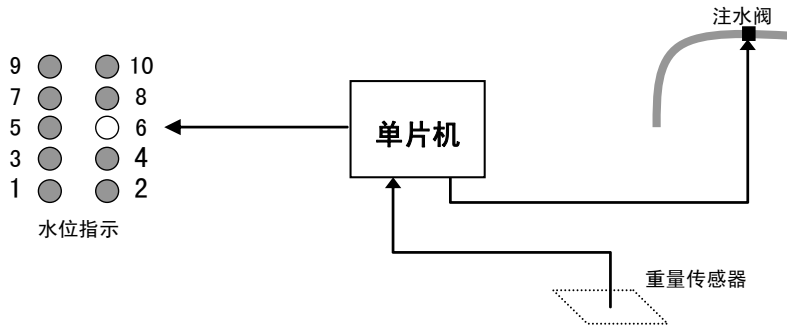

图 1-4 水位调节
(3) 洗衣机根据衣物重量调节注水的水位高低，衣物越重，注水越多（如图 1-4 所示）。10 个指示灯用作水位高低的指示，水位越高，指示灯指示的数字越大。例如加入 4.5kg 衣物时，指示水位 10。之所以单片机能“感觉”衣物的重量，是因为重量传感器把重量转换成电信号。例如没有衣物时重量传感器输出 0V，1kg 衣物时输出 1V，3.8kg 衣物时输出 3.8V 等。这样，单片机根据传感器传送来的电压信号来判断衣物的重量从而控制注水阀的工作，进而控制水位。这一过程参考图 1-4 所示。